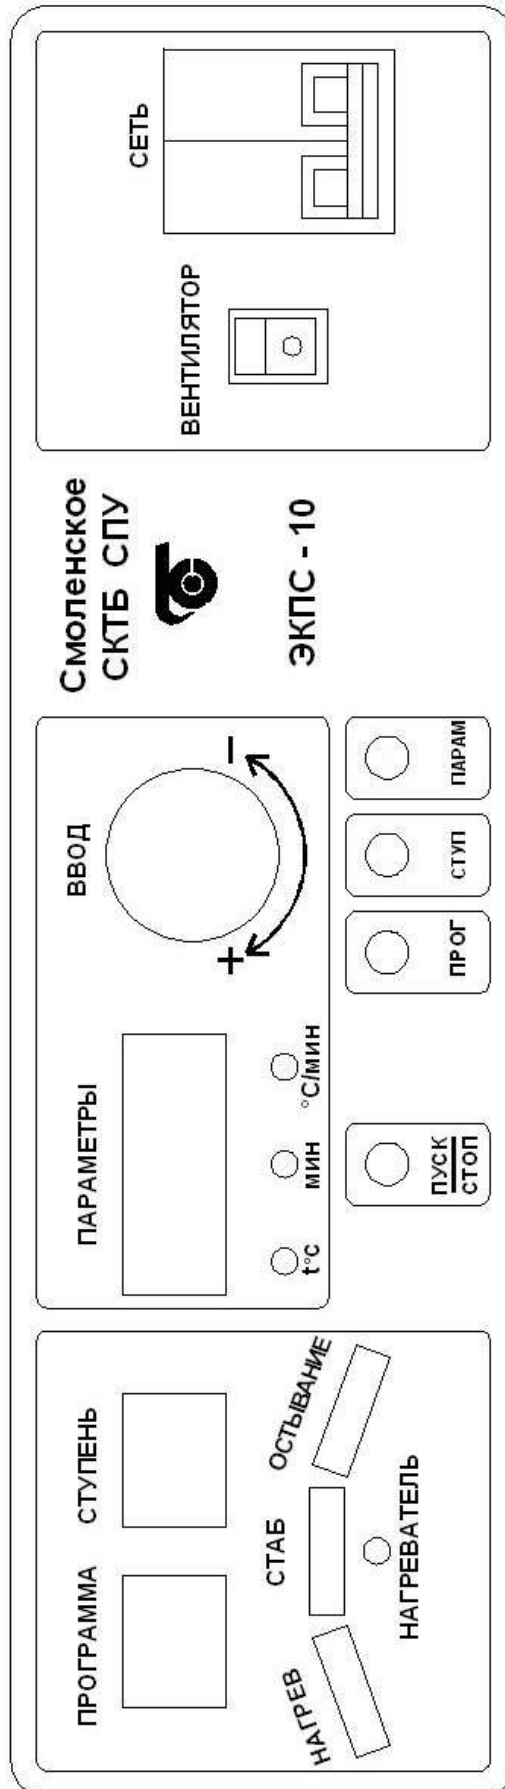

Рис. 3 – Лицевая панель электропечи с многофункциональным блоком МКУ
8.3.3 Включить выключатель «СЕТЬ» на лицевой панели электропечи (рис. 3), при этом на цифровом индикаторе «Программа» загорится номер 1 программы, на цифровых индикаторах «Ступень» загорится 1 ступень, на индикаторах «Параметры» значение заданной температуры на 1 ступени и светодиодный индикатор «t °C». Цифровые индикаторы «Программа» включены в мигающем режиме – регулятор находится в режиме «ВВОД».